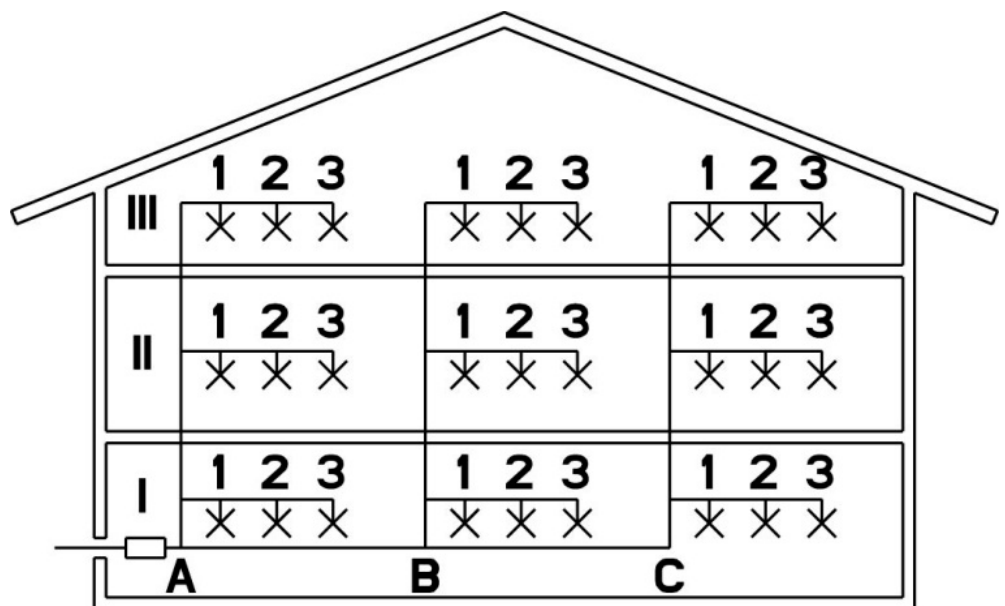

Abb. D-16: Spülreihenfolge der Einbaustrecken
8. Spülreihenfolge festlegen. Die Spülreihenfolge ist von der naheliegensten bis zur entferntesten Entnahmestelle durchzuführen. Entsprechend sind die Steigleitungen in der Reihenfolge mit A beginnend, dann B, dann C zu spülen. Die Stockwerksleitungen werden dabei beginnend bei I, dann II, dann III, sowie in den Stockwerksleitungen beginnend mit 1, dann 2, dann 3 gespült, damit Verunreinigungen auf dem kürzesten Weg aus der Installation herausgespült werden, siehe Abb. D-16.
6. Entnahmestellen des Spülabschnittes entsprechend der Spülreihenfolge Abb. D-16, Pos. öffnen.